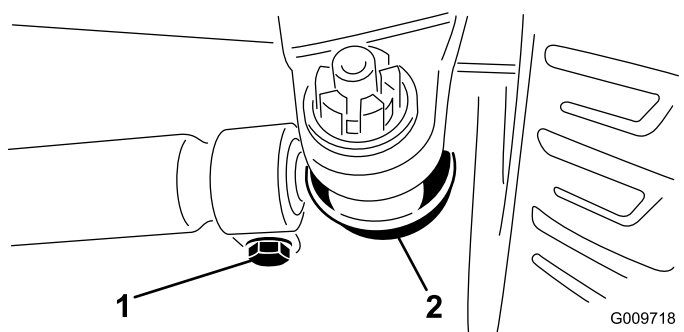

Рисунок 73
2. Для регулировки снимите шплинт и гайку с шаровой опоры тяги (Рисунок 73). Извлеките шаровую опору тяги из кронштейна на корпусе моста.
3. Ослабьте зажимы на обоих концах поперечных тяг (Рисунок 73).